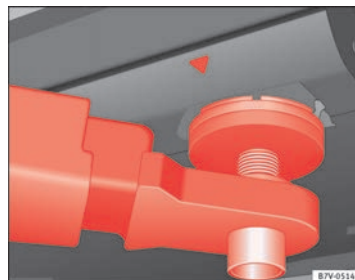
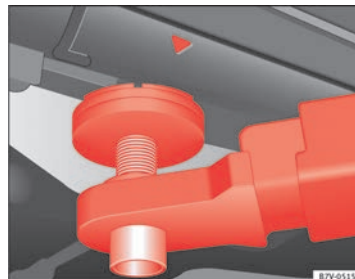

Fig. 122 Pontos de apoio dianteiros para elevar o veículo com a plataforma elevatória ou com o macaco.
Fig. 123 Pontos de apoio traseiros para elevar o veículo com a plataforma elevatória ou com o macaco.
Para levantar o veículo deverá utilizar exclusivamente os pontos indicados nas figuras ⇒ Fig. 122 e ⇒ Fig. 123. Caso não se eleve o veículo pelos pontos indicados, este poderá sofrer danos ⇒ ⚠ e poderão ocorrer lesões graves ⇒ ⚠.
- Elevar o veículo utilizando exclusivamente os pontos indicados nas figuras ⇒ Fig. 122 e ⇒ Fig. 123. Se não se elevar o veículo pelos pontos indicados, este poderá cair da plataforma elevatória ao ser desmontado, por exemplo, o motor ou a caixa de velocidades.